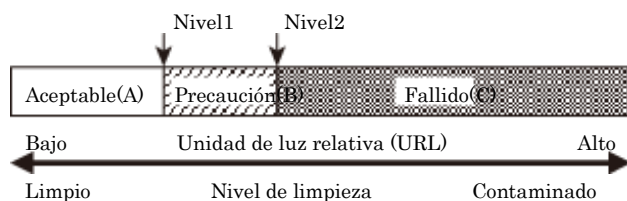

Fig. 3: Fijación del nivel de referencia para el control del nivel de limpieza
- Utilícelo para tomar una muestra del objeto con una presión constante en la medida de lo posible. Aplicando la presión adecuada, el bastoncillo se curvará ligeramente como muestra la imagen 3 de la página 8.
Los niveles de referencia 1 y 2 fijados se utilizan para determinar si los niveles de limpieza son aceptables (véase la fig. 3). Los niveles de limpieza se denominan Aceptable (A) si la cantidad de luminiscencia medida es inferior al nivel 1 y Fallido (C) si la cantidad es superior al nivel 2. Con Fallido (C), habrá que volver a limpiar y es posible que haya que revisar los procedimientos de limpieza. Los niveles de limpieza en los que se mida una cantidad de luminiscencia superior al nivel 1 pero inferior al nivel 2 se denominan Precaución (B) y, en esos casos, se recomienda volver a limpiar y revisar los procedimientos de limpieza.